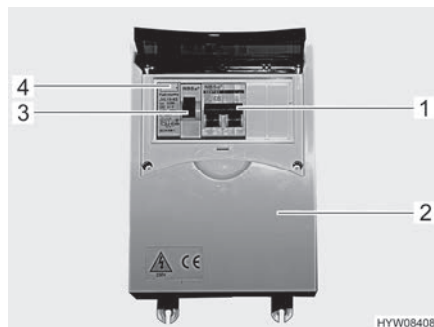

Fig. 82 Coffret de fusibles 230 V avec disjoncteur de protection de circuit et disjoncteur FI
- Couper le disjoncteur de protection de circuit (Fig. 82,1) dans le coffret de fusibles (Fig. 82,2).
- Quand le véhicule est raccordé sur l'alimentation 230 V, appuyer sur la touche de contrôle (Fig. 82,4) du disjoncteur différentiel (disjoncteur FI) (Fig. 82,3) dans le coffret de fusibles (Fig. 82,2). Le disjoncteur différentiel doit se déclencher.
- Réarmer le disjoncteur différentiel (Fig. 82,3).